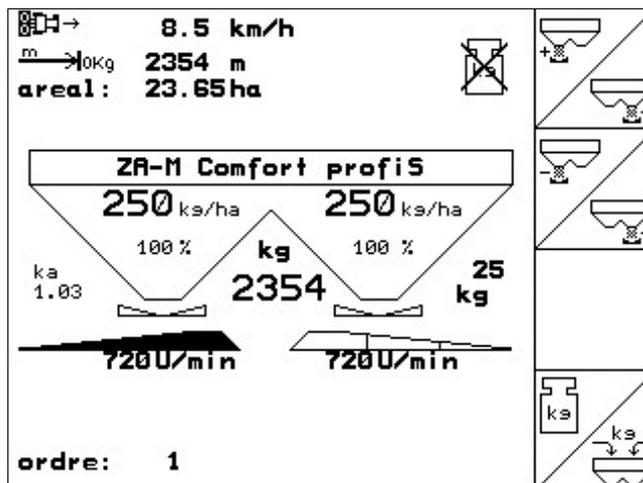

Fig. 43
- Aktuel kalibreringsfaktor (Fig. 43/1).
- Spredt gødningsmængde siden forrige online-kalibrering (Fig. 43/2).
under kørsel  (display Fig. 43/2 slukkes). Der bliver spredt videre med den sidste kalibreringsfaktor.